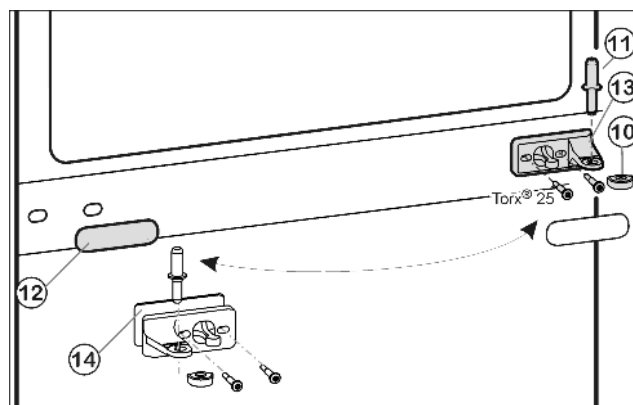
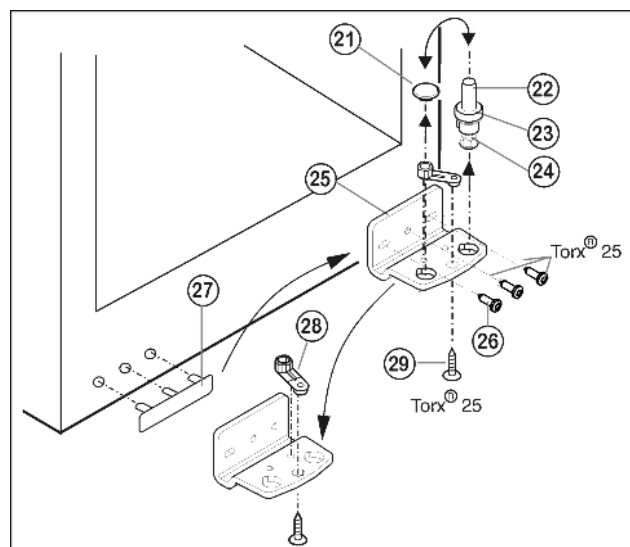

Fig. 5
Fig. 6
- ▶ Middelste lagerbout Fig. 5 (11) uit de lagerbus en de onderste deur uittrekken.
- ▶ Kunststof kapje Fig. 5 (10) afnemen.
- ▶ Middelste lagerbus Fig. 5 (13) losschroeven (2 maal Torx® 25).
- ▶ Afdekplaat Fig. 5 (12) voorzichtig afhalen.
- ▶ Middelste lagerbus met Fig. 5 (14) onderlegschiifje Fig. 5 (13) 180° gedraaid aan de nieuwe scharnierkant **goed (met 4 Nm)** vastschroeven.
- ▶ Afdekplaat Fig. 5 (12) 180° gedraaid aan de nieuwe greepzijde weer vastklikken.
- ▶ Lagerbout Fig. 6 (22) compleet met schijfje Fig. 6 (23) en stelootje Fig. 6 (24) naar boven eruit trekken.
- ▶ Stop Fig. 6 (21) eraf halen.
- ▶ Lagerbus Fig. 6 (25) losschroeven Fig. 6 (26).
- ▶ Lagerdeel Fig. 6 (28) losschroeven Fig. 6 (29) en in het tegenoverliggende opnamegat van de lagerbus omzetten en weer vastschroeven.
- ▶ Afdekking aan de greepzijde Fig. 6 (27) voorzichtig optillen en op de tegenoverliggende zijde plaatsen.
- ▶ Lagerbus Fig. 6 (25) aan de nieuwe scharnierzijde evt. met behulp van een accuschroevendraaier weer **goed (met 4 Nm)** vastschroeven.
- ▶ Stop Fig. 6 (21) weer in het andere gat aanbrengen.
- ▶ Lagerbout Fig. 6 (22) compleet met schijfje en stelootje weer aanbrengen. Er daarbij erop letten, dat de sluitnok naar achter wijst.
- ▶ Plaats de onderste deur van boven op de onderste lagerbout *Fig. 6 (22)*.
- ▶ Het kunststof kapje *Fig. 5 (10)* weer op de middelste lagerbus *Fig. 5 (13)* zetten.
- ▶ Middelste lagerbout *Fig. 5 (11)* op de nieuwe scharnierzijde in de onderste deur plaatsen door de middelste lagerbus *Fig. 5 (13)*.
- ▶ Bovenste deur op de middelste lagerbout *Fig. 5 (11)* zetten.
- ▶ De deuren eventueel via de beide langgaten in de onderste lagerbus *Fig. 6 (25)* en middelste lagerbus *Fig. 5 (13)* ten opzichte van de kast uitlijnen. Eerst de middelste schroef in de onderste lagerbus *Fig. 6 (25)* uitdraaien.